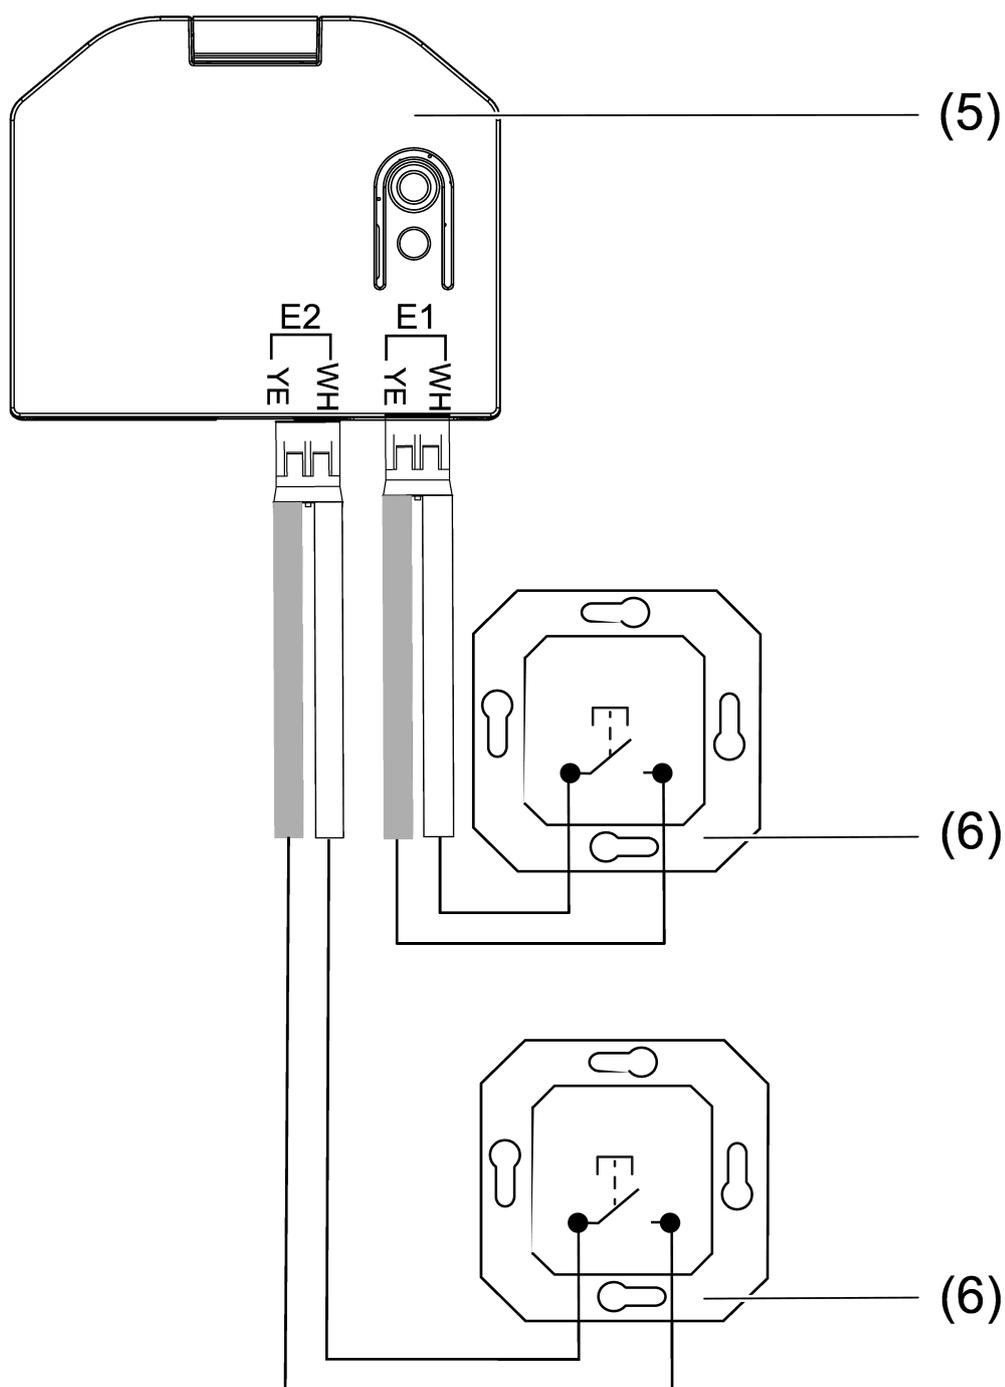
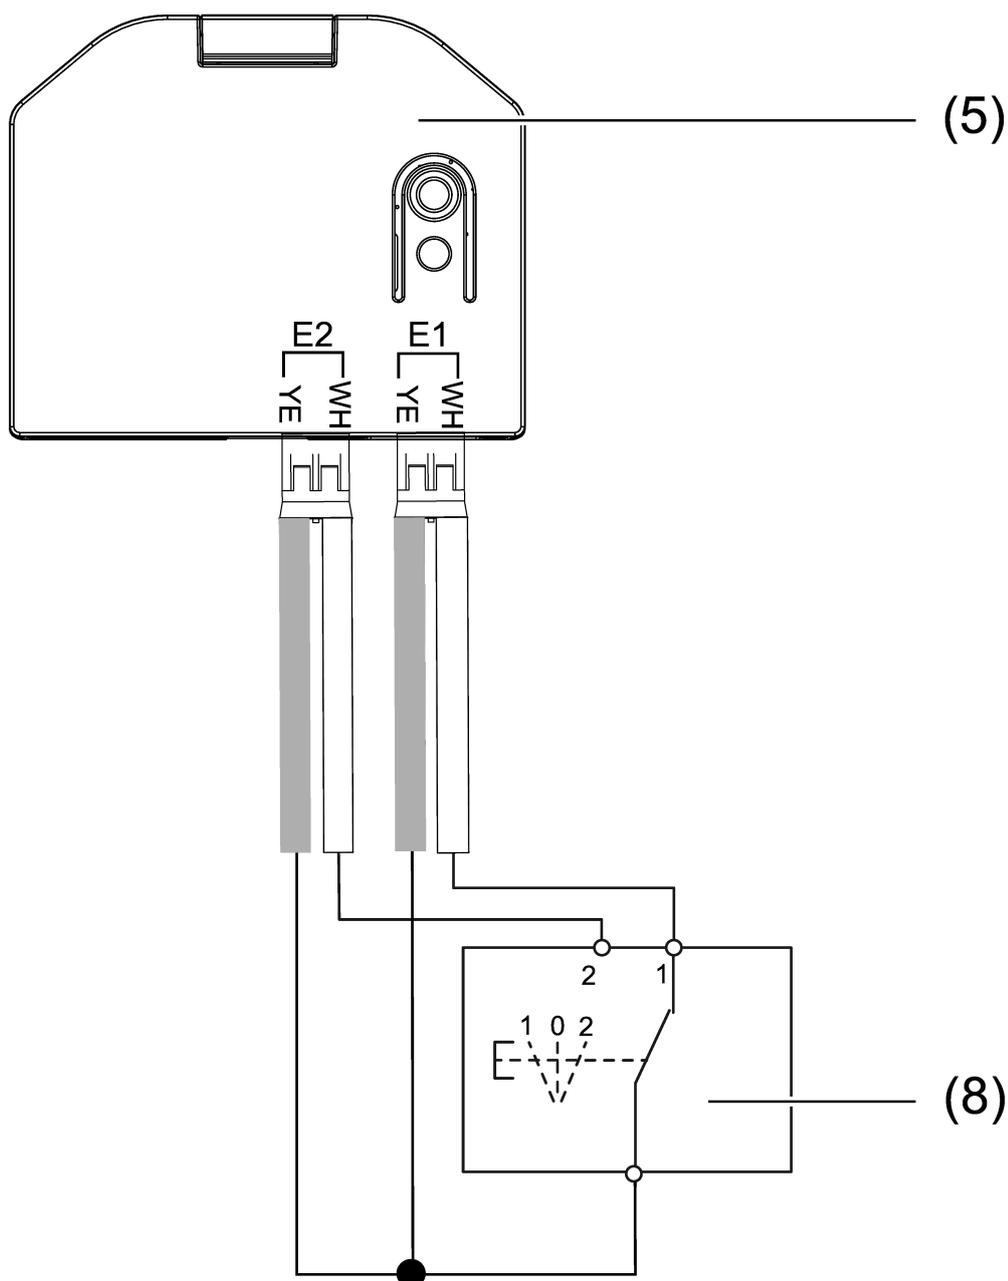

рисунок 2: Пример подключения с 2 нажимными кнопками (6)
рисунок 4: Пример подключения к Механизм кнопок без фиксации (8)
- Подключите двоичный вход (5) к нажимной кнопке (6), двойной нажимной кнопке (7) или Механизм кнопок без фиксации (8), как показано в примерах подключения (см. рисунок 2) - (см. рисунок 4).